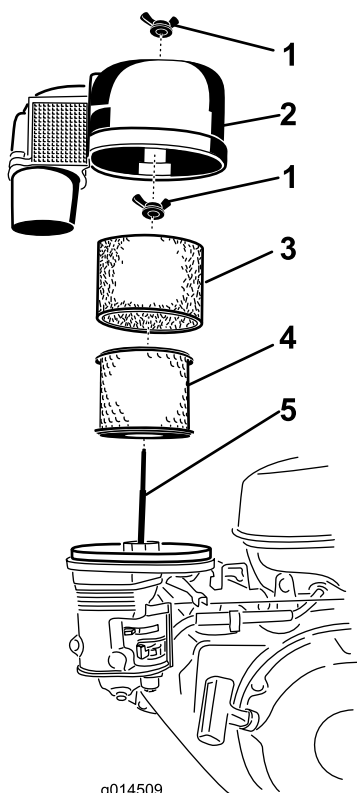

Figura 15
3. Retire la tuerca de orejeta, y retire la tapa del limpiador de aire con la cubierta del filtro de aire (Figura 15).
4. Retire el elemento de espuma (Figura 15).
5. Retire la tuerca de orejeta de la parte superior del elemento de papel y retire el elemento de papel (Figura 15).
1. Limpie el elemento de papel golpeándolo suavemente para eliminar el polvo. Si está muy sucio, cambie el elemento de papel por uno nuevo (Figura 15).